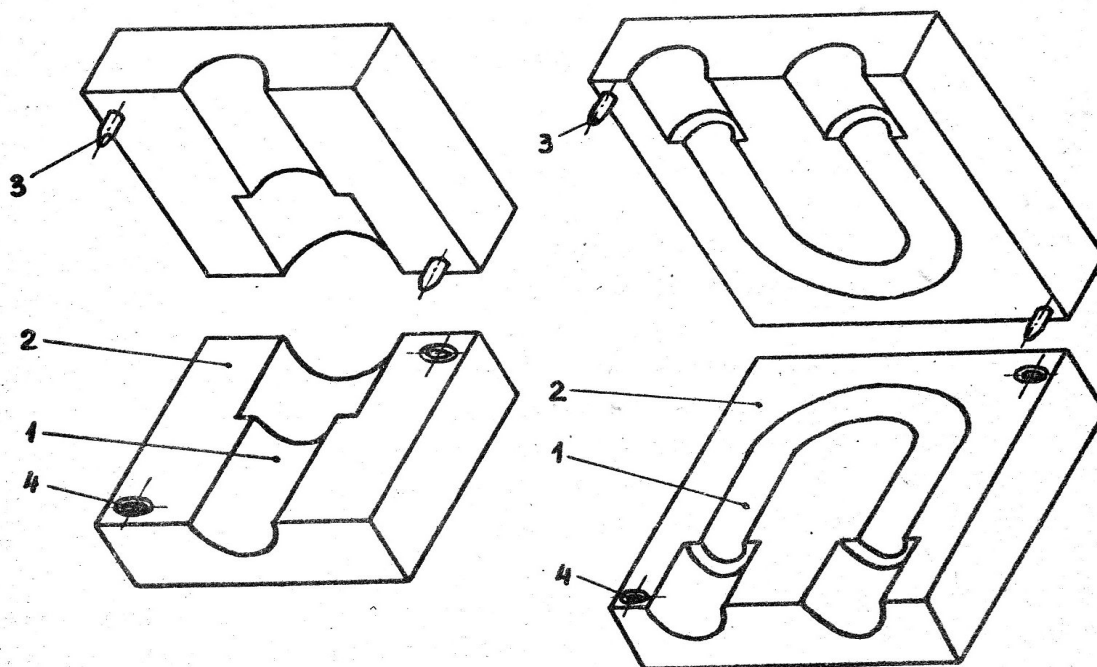

Fig.9.2. Cutii de miez.
- b)** Cutia de miez ( fig. 9.2) este prevazuta cu o cavitate (1) avand configuratia si dimensiunile corespunzatoare, in care se va indesa amestecul de formare. Cutia de miez poate fi dintr-o bucata sau este sectionata in mai multe parti, prin intermediul unor suprafete de separatie (2) plasate astfel incat sa permita extragerea usoara a miezului. La miezurile simetrice, aceasta suprafata este chiar planul de simetrie. Partile componente ale cutiei se centreaza reciproc cu ajutorul a doua capuri (3), respectiv orificii de ghidare (4). Plasate la distanta cat mai mare unul fata de celalalt.